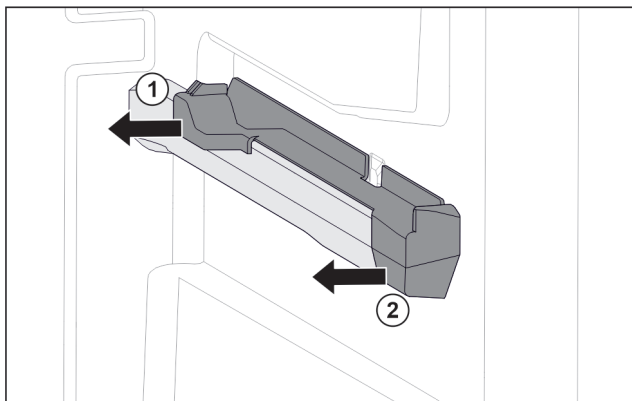

Fig. 86 Nasazovací díl na pravém žebrování na nádoby
- Uchopte nasazovací díl dole vzadu. Fig. 86 (1)
- Stáhněte nasazovací díl vzadu na stranu. Fig. 86 (1)
- Stáhněte nasazovací díl vpředu na stranu. Fig. 86 (2)